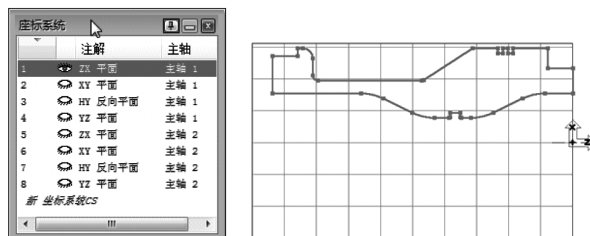

图 4-20 ZX 平面创建几何
- 3) 创建几何于当前练习的 CS5: ZX 平面，如图 4-20 所示。